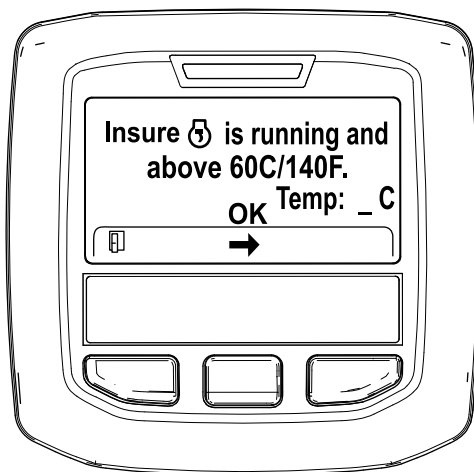

図 34
5. 冷却液の温度が 60°C (140°F) 未満の場合には、Insure is running and above 60C/140F” エンジン作動と冷却水を確認と表示される 図 34。